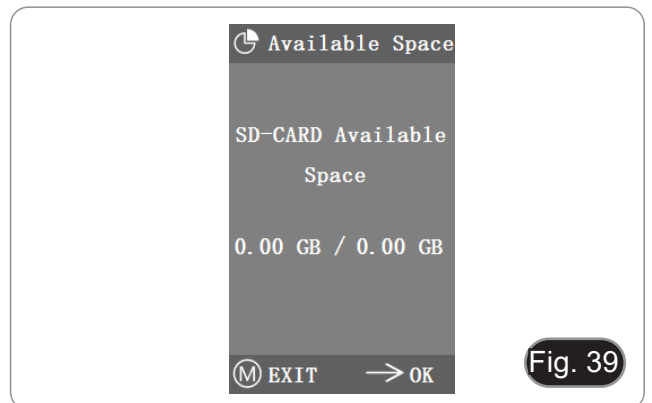

Fig. 39
2. Si aparece "0.00 Gb /0.00 Gb" (Fig. 39), la tarjeta SD no se ha insertado correctamente; intente volver a insertarla.